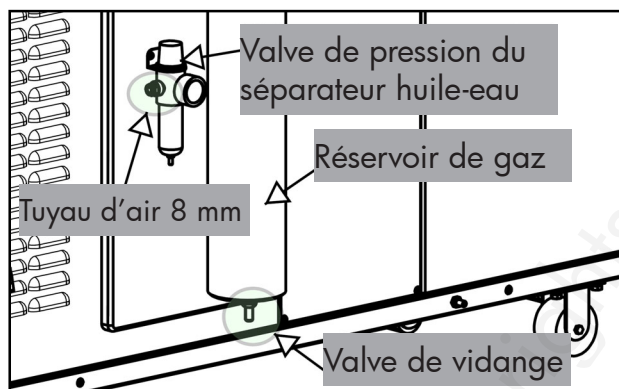

Figure 8
Comme indiqué sur la figure 8, suivez les instructions ci-dessous :
- Montez un tuyau d'air de 8 mm à l'endroit indiqué sur la figure 8.